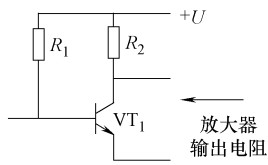

图 11-91 放大器输出电阻示意图
2) 放大器输出电阻。放大器输出电阻是从放大器输出端向放大器内部看时的等效电阻, 如图 11-91 所示, 放大器输出电阻等于晶体管的输出电阻与晶体管集电极负载电阻的并联值, 由于晶体管的输出电阻远大于集电极负载电阻, 所以放大器的输出电阻就约等于晶体管的集电极负载电阻。